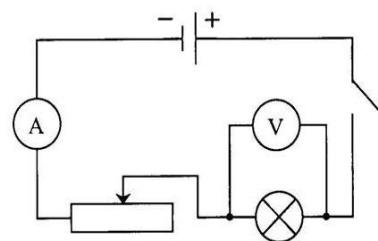

Рис. 1. Схема
- Собрать электрическую цепь по схеме рис. 1.